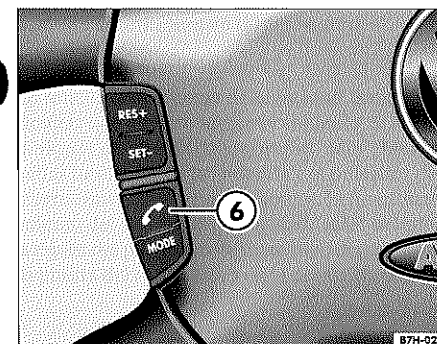

Fig. 14 Teclas para el manejo del teléfono en el volante multifunción opcional
Con la tecla ⇒ página 19, fig. 14 ④ del volante multifunción opcional ⇒ página 4 puede seleccionar las siguientes funciones: